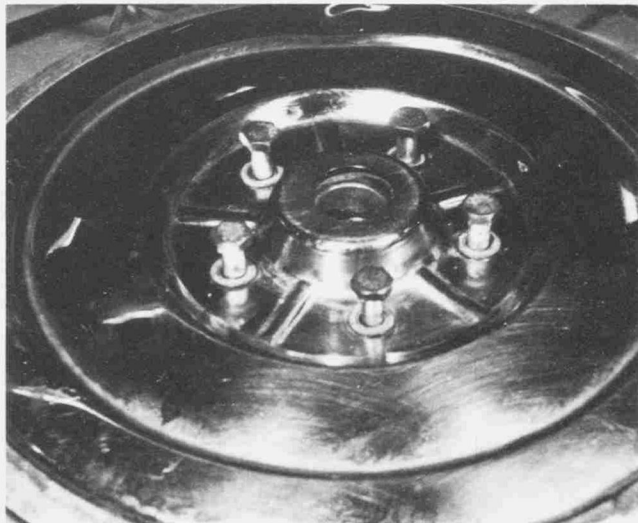

Bild 311
- Bei Motorrädern der Baureihe 5 werden die fünf Sechskantschrauben herausgedreht und mit den Federringen abgenommen. Die verchromte Radscheibe und den Lagerdeckel mit dem Radialdichtring und der Gegendruckhülse abnehmen. Es muss dabei auf die Flachdichtung geachtet werden (Bild 311).